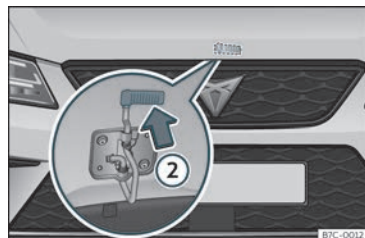

Fig. 256 Lleva sota el capó.
- Per aixecar el capó, feu pressió cap amunt sobre la lleva situada sota el capó >>> **fig. 256 ②**. El ganxo de subjecció queda desbloquejat.